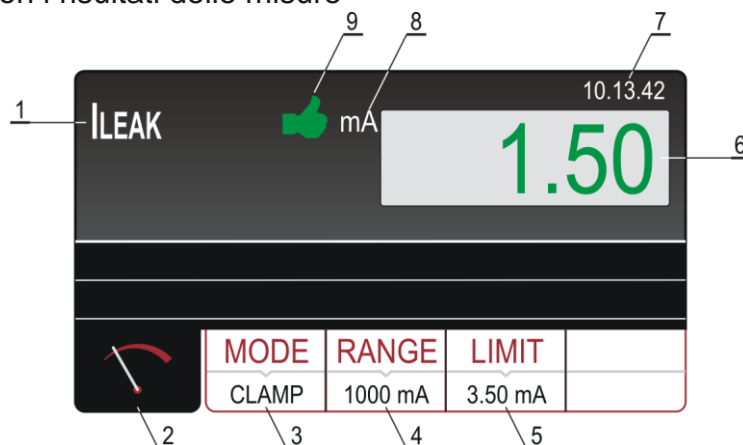

Fig. 73: Videata di misura della funzione ILEAK con pinza
8. Avviare la misura premendo il tasto **START/STOP**. La misura sarà avviata e sarà arrestata da una nuova pressione del tasto **START/STOP**. Il risultato del test sarà visualizzato in verde se inferiore o uguale o in rosso se superiore al valore limite impostato. Il risultato finale sarà accompagnato dal simbolo 🟢 verde e da un segnale acustico breve (risultato OK) o dal simbolo 🛑 rosso e da un segnale acustico prolungato (risultato non OK). La seguente Fig. 73 mostra un esempio di schermata con i risultati delle misure